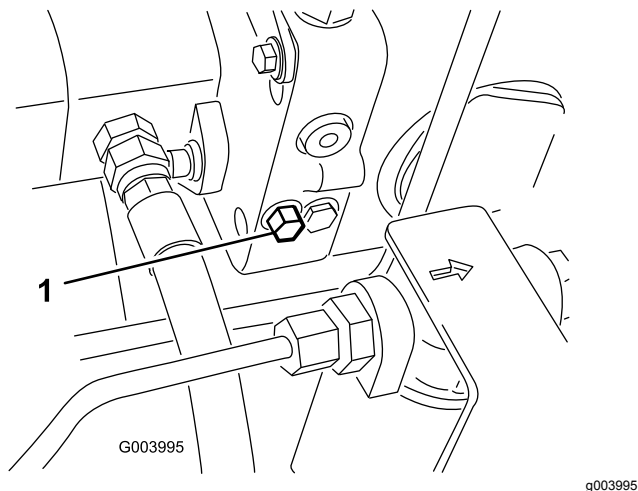

Figura 37
1. La valvola di bypass è situata sul lato sinistro dell'idrostat (**Figura 37**). Fate ruotare di un giro e mezzo il bullone per aprire e lasciare bypassare il fluido all'interno.